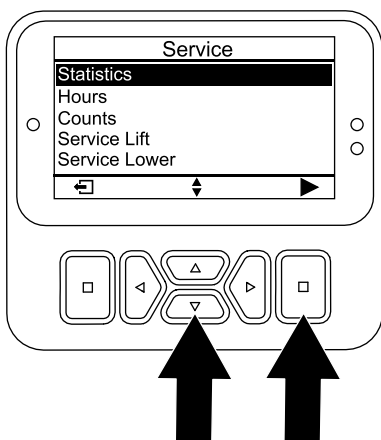

Bild 96
5. Drücken Sie auf dem Bildschirm SERVICE die Taste „nach unten“, bis die Option STATISTICS [Statistik] ausgewählt ist, und drücken Sie dann die Auswahl-taste (**Bild 96**).